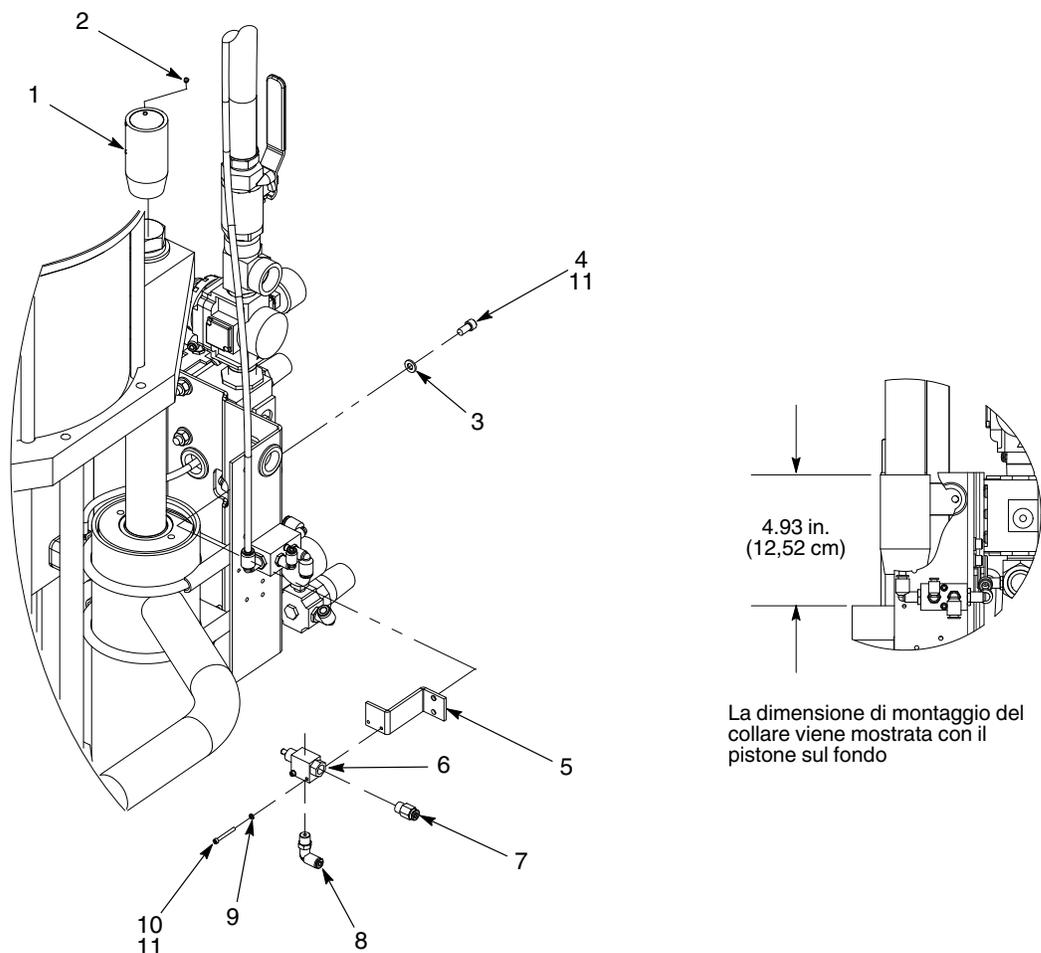

Figura 3 Pezzi del livello del fusto con telaio piccolo
Piccolo	Vedi figura 3 Cima del collare, 4.9 in. (12,5 cm) sopra il pistone quando il cilindro è completamente abbassato.
3. Vedi figura 3 o 4. Allentare la vite (2) che fissa il collare (1). Muovere il collare finché aziona il finecorsa (6). Stringere saldamente le viti.
6. Se erano state rimosse, installare le scarpe di trattenuta (1) sul telaio (2).
Vedi figura 3 e consultare la lista dei pezzi seguente.